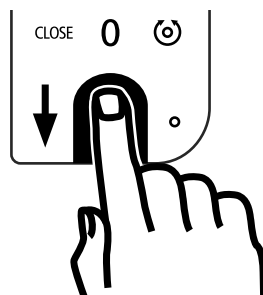

Fig. 8
- 2 Passez le bout de votre doigt enregistré de haut en bas sur le champ du capteur (Fig. 8).